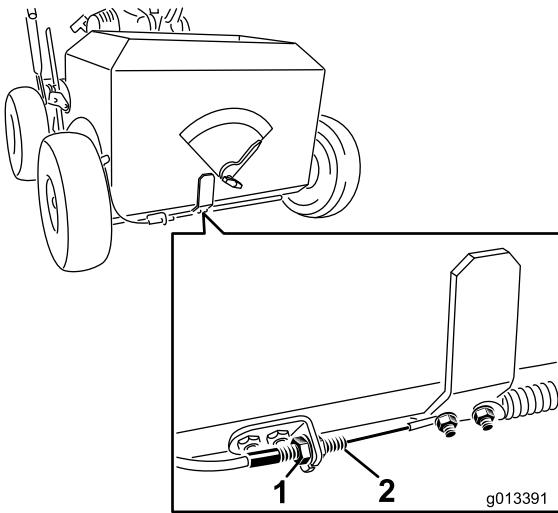

Figura 27
4. Afloje las tuercas del cable de control de la trampilla de las semillas (ver Figura 27).